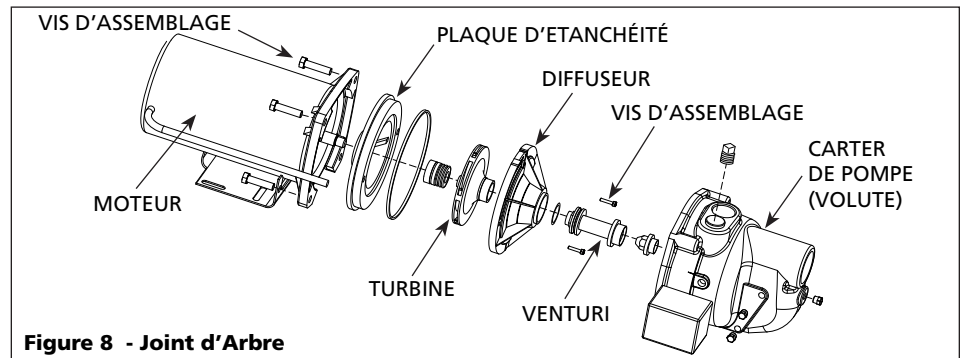

Figure 8 - Joint d'Arbre
3. Enlever les quatre vis d'assemblage du carter de la pompe (volute) (Figure 8).